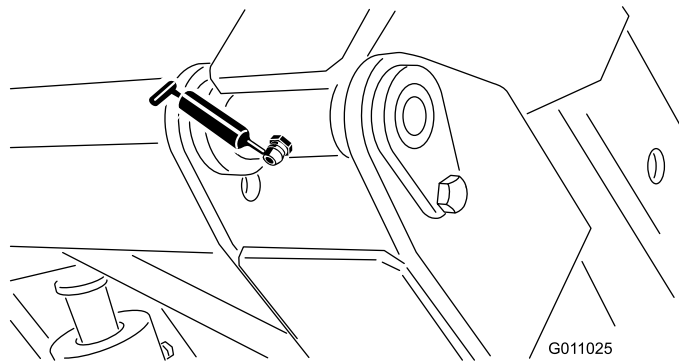

Figure 32
- Pivot de trémie (supérieur) (2) (Figure 32).